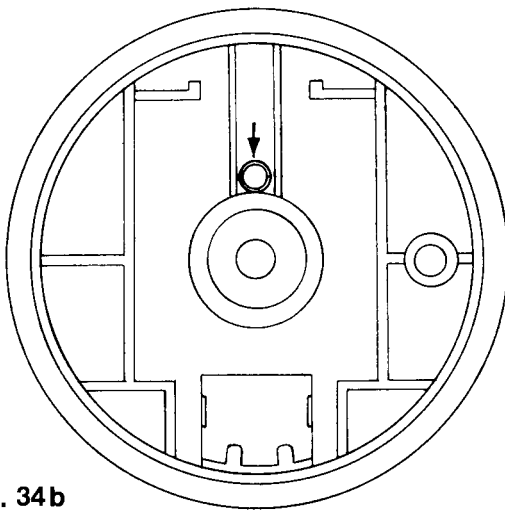

Fig. 34b
- Die Druckfeder 114, Abb. 34b so auf die Handradnabe legen, daß sie mit ihrer hinteren Seite in die Führungsnute hineingeht.
- Place pressure spring 114 (Fig. 34b) on the balance wheel hub so that its rear side enters the guide groove.
- Placer le ressort de pression 114 (fig. 34b) de telle manière sur le moyeu du volant que sa partie arrière s'engage dans la rainure de guidage.